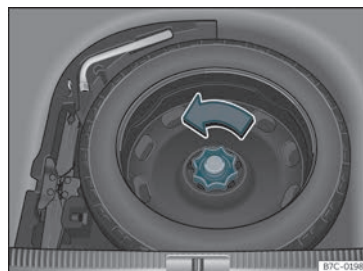

Fig. 197 Al maleter: pis de càrrega alçat.
- Gireu la rodeta en sentit contrari al de les agulles del rellotge»» Fig. 197 .